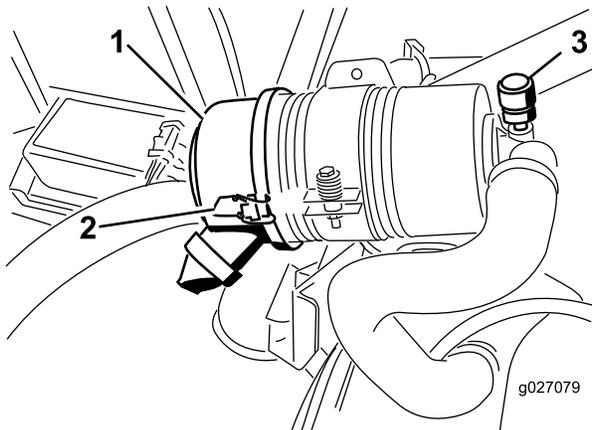

Bild 51
Warten Sie den Luftfilter nur, wenn die Wartungsanzeige dies angibt (Bild 51). Das frühzeitige Auswechseln des Luftfilters erhöht nur die Gefahr, dass Schmutz in den Motor gelangt, wenn Sie den Filter entfernen.
1. Lösen Sie die Laschen, mit denen die Abdeckung am Luftfilterkörper befestigt ist (Bild 51).